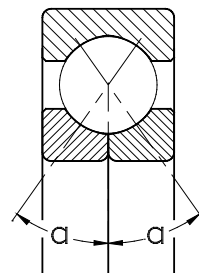

Abb. 2.5
**Vierpunktlager** (Abb. 2.5) gehören zu den einreihigen Schrägkugellagern, können aber Radialbelastungen sowie Axiallasten in beiden Richtungen aufnehmen. Sie weisen einen geteilten Innenring auf und sind daher zerlegbar.